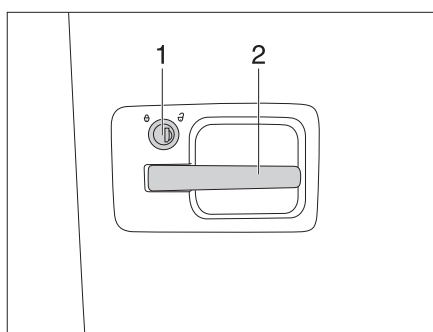
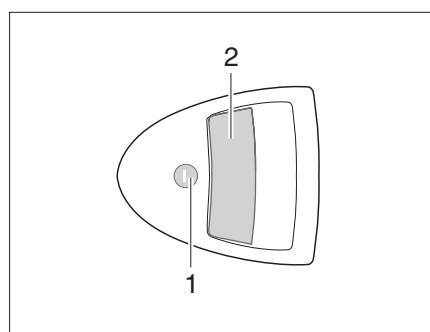

Fig. 20 Serratura della porta, lato esterno
Fig. 21 Serratura della porta, lato esterno
- Inserire la chiave nel cilindro della serratura (Fig. 20,1 e Fig. 21,1) e ruotare in senso orario, fino a quando la serratura della porta si sblocca.
- Tirare la maniglia della porta (Fig. 20,2 e Fig. 21,2). La porta è aperta.
- Inserire la chiave nel cilindro della serratura (Fig. 20,1 e Fig. 21,1) e ruotare in senso antiorario, fino a quando la serratura della porta si blocca.